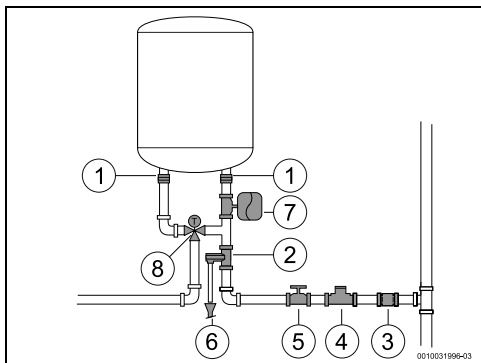

Fig. 13 Conexión del agua
- Instalar la válvula de seguridad en la entrada de agua del termo eléctrico (Fig. 13).
- ▶ instalar la válvula de reducción de presión (Fig. 13, [4]). Si la presión del agua en el acumulador de agua caliente rebasa los 8 bar (± 1 bar), se activará la válvula de seguridad. En este caso deberá existir la posibilidad de desviar el agua.
- ▶ instalar un vaso de expansión (Fig. 13, [7]) para evitar que la válvula diferencial se abra con tanta frecuencia. El volumen del vaso de expansión debe ser equivalente al 5% del volumen del dispositivo.
- Cerrar la válvula de corte del agua (→ Fig. 13, 14).